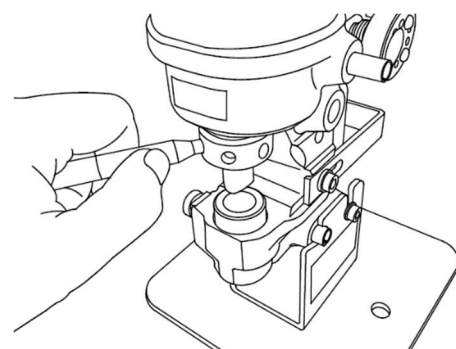

図17
- 4) 作業前、および連続での作業の途中にパンチキャップがゆるんでいないか付属の棒レンチで確認してください。ゆるんでいた場合は確実に締め直して下さい。(図17参照)
パンチキャップを付属の棒レンチ(φ6)で向かって右より左方向(左回り)へゆるめます。(図17)
パンチキャップがゆるまない様に付属の棒レンチ(φ6)で確実に締めこみます。(図17)